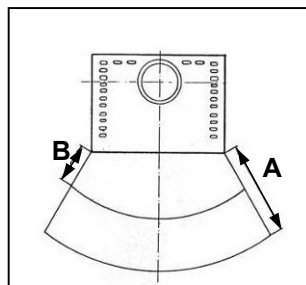

Fig. 2
Per gli elementi costruttivi, i mobili e i tessuti di arredamento infiammabili situati nella zona di irraggiamento della stufa è necessario rispettare una distanza minima di **120 cm (A)**, misurati dal bordo anteriore dell'apertura del focolare. La distanza di sicurezza si riduce ai **60 cm (B)** qualora di fronte all'elemento sia installata una protezione areata (v. fig. 2).